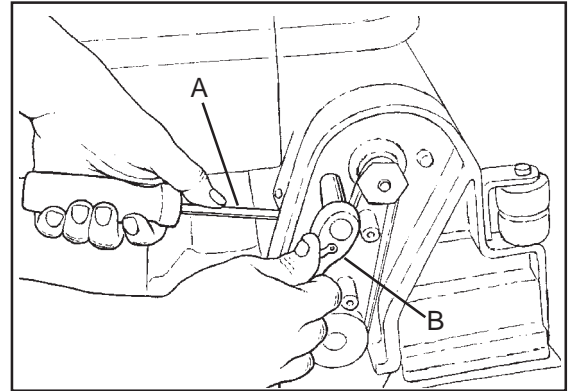

Рисунок 36
- в. Используя небольшой лапчатый лом или большую отвёртку, поднимите двигатель вверх, чтобы достичь нужной натянутости ремней. Поднимите двигатель к тому месту, где он соприкасается с головкой щётки (см. рис. 36, А).
- г. Удерживайте натянутость и закрутите 2 винта (см. рис. 36, В).